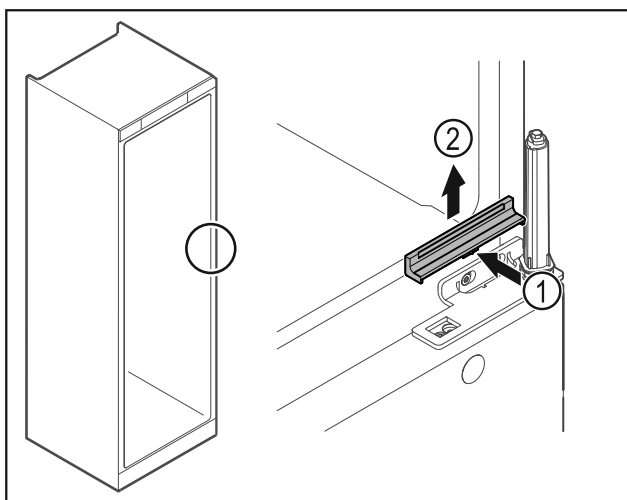

Fig. 25
- ▶ Apăsați apărațoarea Fig. 25 (1) ușor în centru și detașați-o în sus Fig. 25 (2).